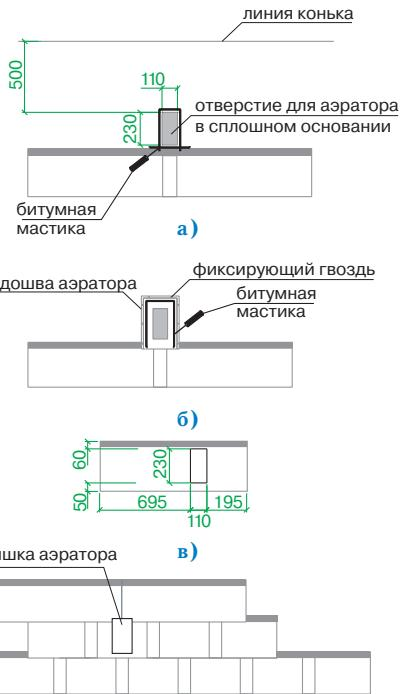

Рис. 5
Установка аэратора (рис. 5)
- В сплошном основании кровли прорезается отверстие 11–23 см, расположенное согласно рис. 5а;
- корпус аэратора устанавливается поверх отверстия и фиксируется гвоздями из нержавеющей стали; по верхней и боковым сторонам подошвы корпуса также наносится битумная мастика (рис. 5б);
- далее укладывается очередной ряд черепицы; подошва аэратора при этом закрывается листом с заранее прорезанным в нем отверстием (рис. 5в);
- на корпус аэратора устанавливается крышка, которая фиксируется нажатием (до щелчка) (рис. 5г).